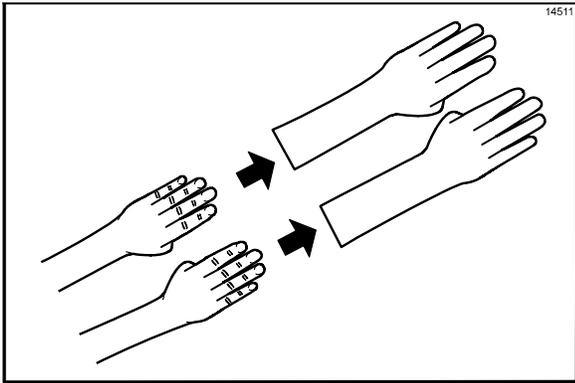

Figura 16
7. Póngase guantes resistentes al calor. (Vea la figura 16.)